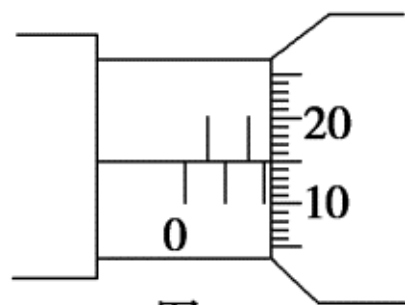

图2
(3)读数：测量值(mm)=固定刻度数(mm)(注意半毫米刻度线是否露出)+可动刻度数(估读一位) \times 0.01(mm). 如图2所示，固定刻度示数为2.0 mm，半毫米刻度线未露出，而从可动刻度上读的示数为15.0，最后的读数为 $2.0\text{ mm} + 15.0 \times 0.01\text{ mm} = 2.150\text{ mm}$.